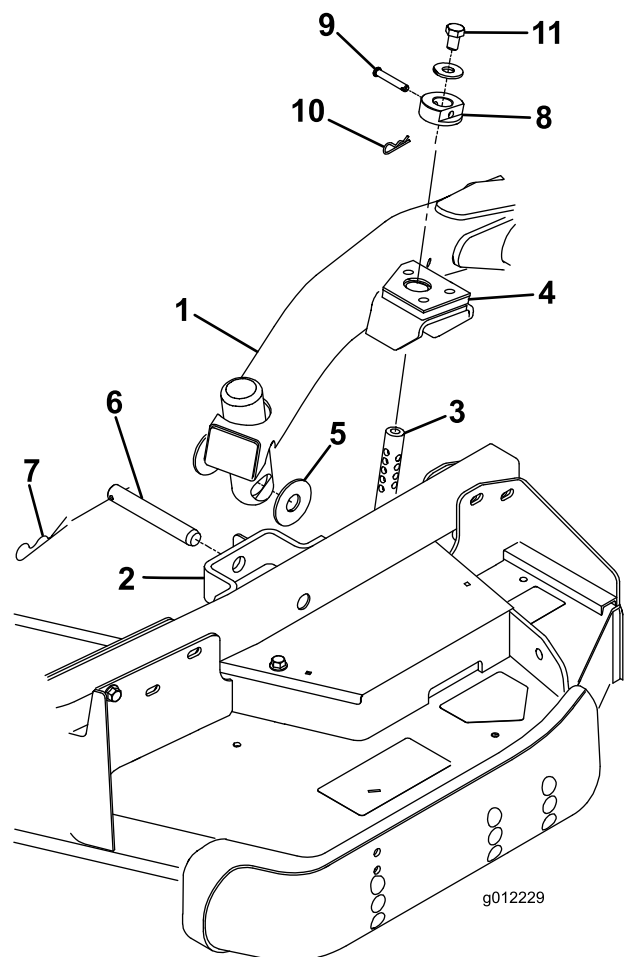

図 26
4. 昇降レバーをフロート位置とする。昇降アームを押し下げて、昇降アームについている穴とキャスタアームのブラケットについている穴を整列させ、昇降アームのパッドに刈高ロッドを挿入できるようにする(図 26)
5. スラストワッシャ枚、クレビスピン、ヘアピンコッターを使って、昇降アームをキャスタアームに固定する。スラストワッシャは昇降アームとキャスタアームブラケットの間に入る(図 26)コッターピンを、キャスタアームタブのスロットに差し込んで固定する。
9. 刈高ロッドに刈高カラーを取り付け、クレビスピンとヘアピンコッターで固定する(図 26)クレビスピンの頭をデッキの前面に向けておく。
10. 各刈高ロッドの上部に 1/2 x 3/4" ボルトとワッシャを取り付ける 図 26。